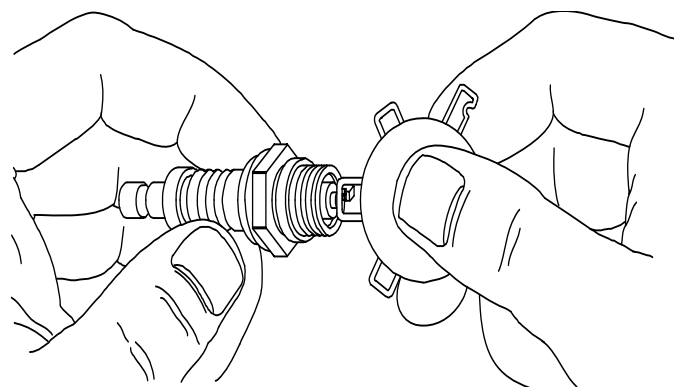

Figura 5-17. Ajuste de la separación de las bujías
7. Consulte la **Figura 5-17**. Inspeccione la separación de las bujías con una galga de espesores para hilos. Para ajustar la separación, doble cuidadosamente el electrodo de conexión a tierra de la siguiente manera: